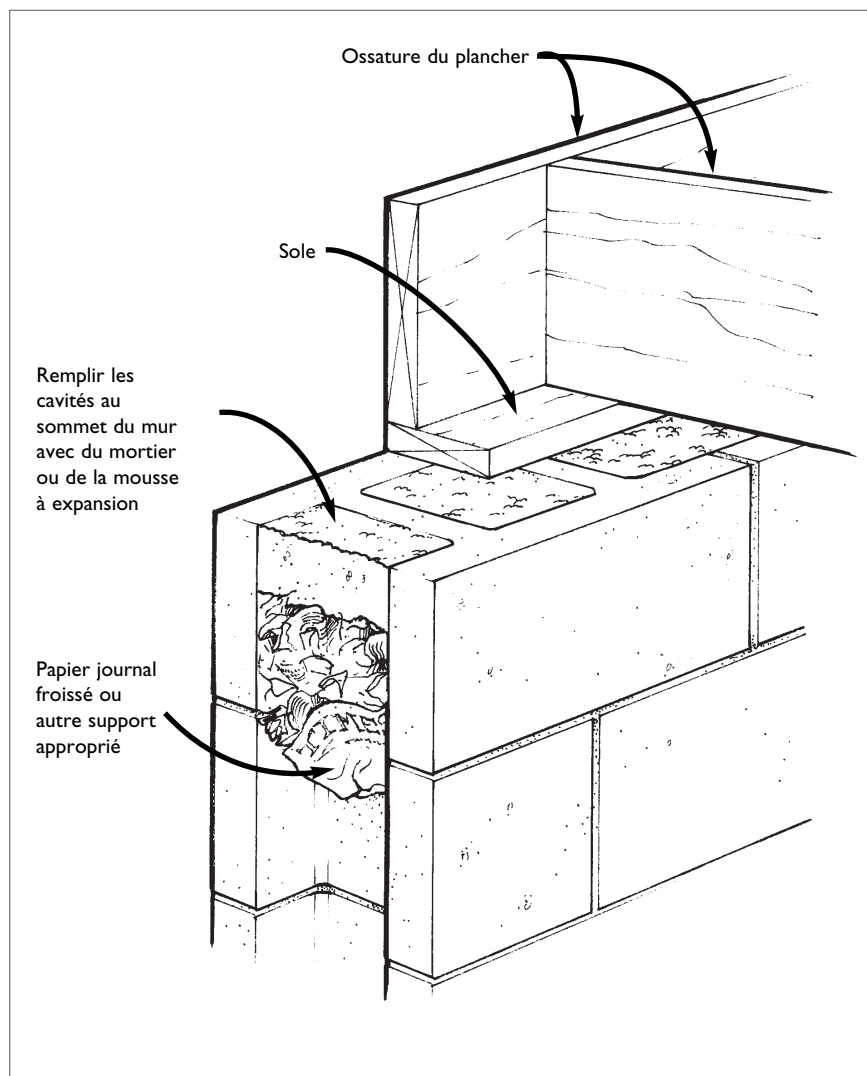

Figure 10 : Obturation des cavités au sommet des murs en blocs de béton
- **Cavités dans les murs en blocs de béton** – En l'absence d'une rangée de blocs pleins, il faut obturer les cavités au sommet des fondations et celles des murs porteurs internes (voir la Figure 10).